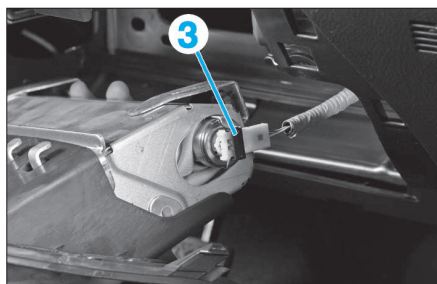

FIG. 7
- Débrancher, avec précaution, le connecteur (3) de module d'airbag genoux situé à droite à l'aide d'un tournevis fin puis le déposer (fig. 7).